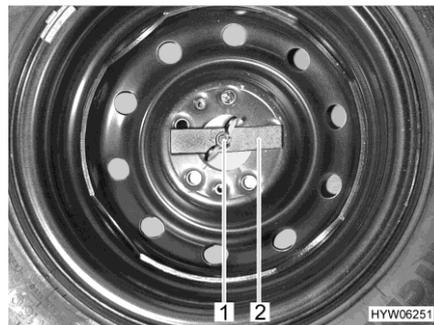

Fig. 170 Roue de secours dans le coffre arrière
- Desserrer l'écrou papillon (Fig. 170,1) à la main et le dévisser.
- Retirer la pièce de pression (Fig. 170,2).